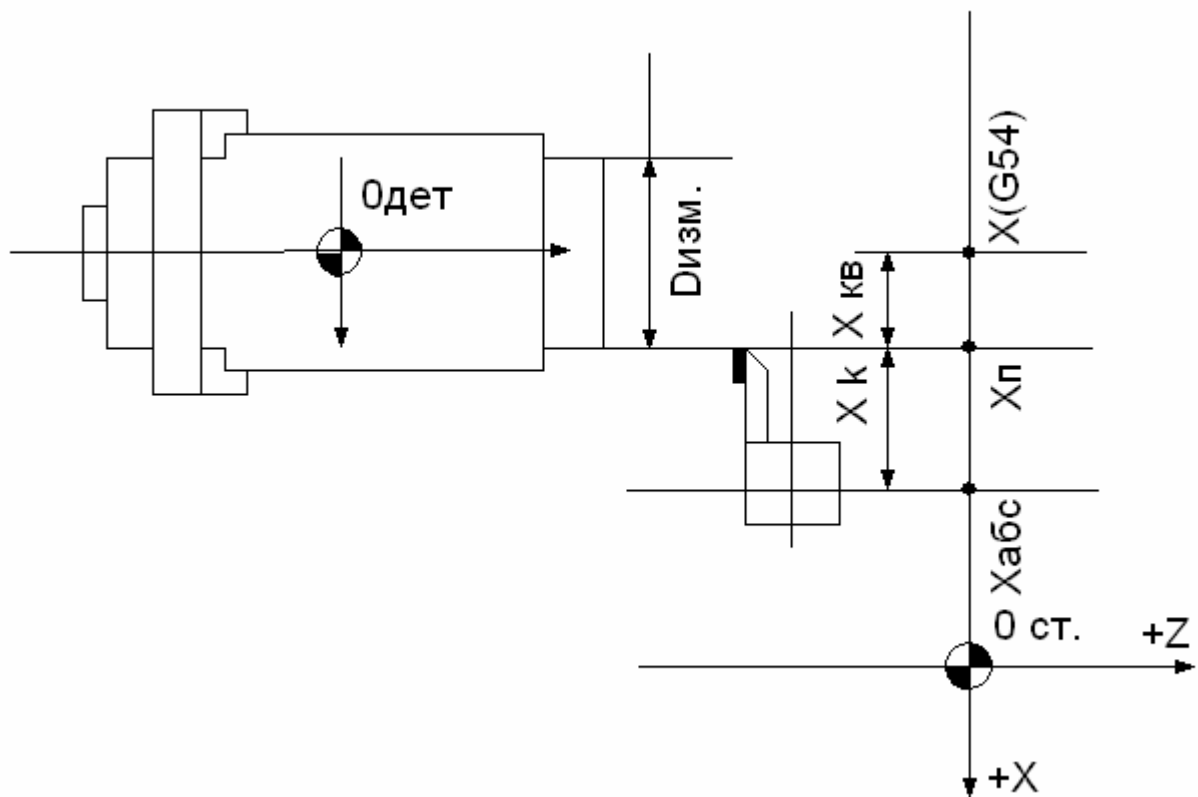

Рис.5 Привязка инструмента по оси X.
Рассмотрим рисунок 4 и рисунок 5.
19. Нажать клавишу «Enter». Если нужно изменить номер корректора то нажать клавиши «ALT+T», ввести необходимый номер корректора инструмента и нажать клавишу «Enter». Нажать клавишу «X». В зависимости от выбранной единицы измерения для оси X ввести радиус или диаметр, полученный после проточки детали и нажать клавишу «Enter». Можно вместо радиуса ввести выражение «Полученный диаметр/2» (смотри рис.5). Нажать клавишу «Esc».